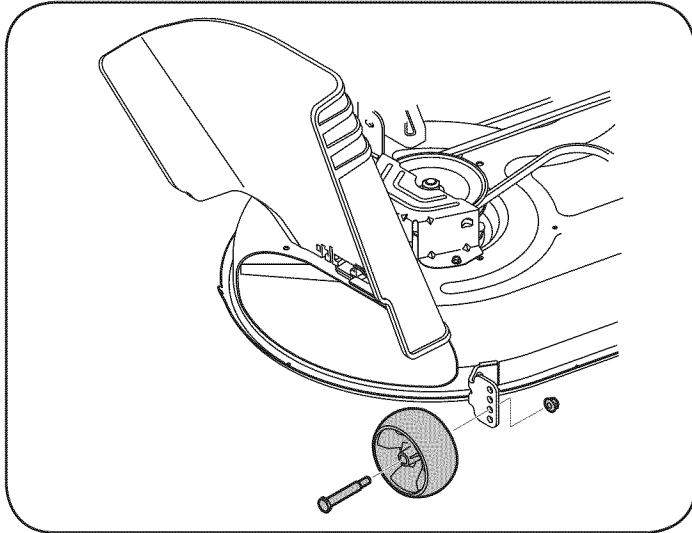

Figura 8
- a. Ajustar las ruedas de cubierta mediante la eliminación de la tuerca de la brida y tornillo que sujeta el hombro de cada rueda y llevarlos a uno de los agujeros que permite que las ruedas para estar entre $\frac{1}{4}$ pulgadas y $\frac{1}{2}$ pulgada por encima del suelo cuando el tractor se encuentra en un suave, superficie plana, como un camino de entrada. Véase la figura. 8.